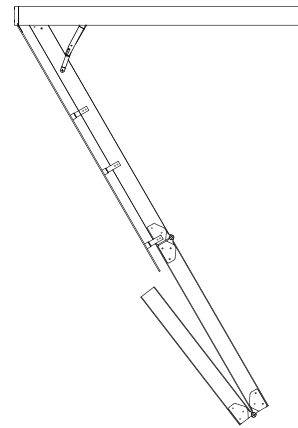

Figura 10
- Asegúrese de abrir completamente la puerta de la escalera de ático de aluminio de tal modo que la fuerza del Pistón de Gas no intente cerrar la puerta de la escalera de ático de aluminio. (véase Figura 10).